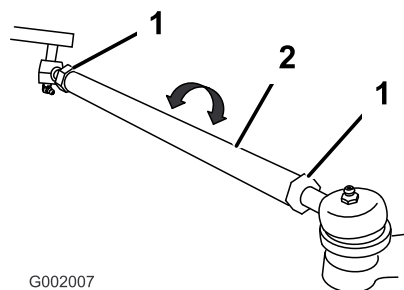

Figura 49
- Si la distancia no está en el intervalo especificado, afloje las contratuercas en ambos extremos de las bielas (Figura 49).